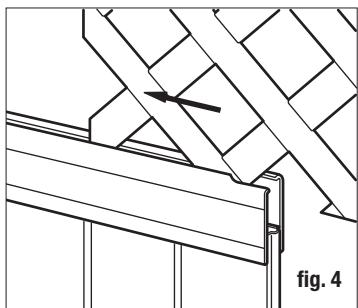

fig. 4
- Glissez le treillis sur le profilé supérieur de la traverse en H (fig. 4).
- En maintenant le support en place, fixez une vis dans l'un des trous oblongs. Placez la vis à l'extrémité de la fente la plus proche de la façade de fixation du support (fig. 4).